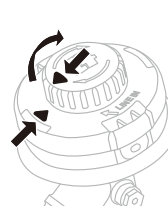

Fig. 8A
1. Alinee la flecha de la perilla del cabezal con la del cartucho de la bobina. (Fig.8A)